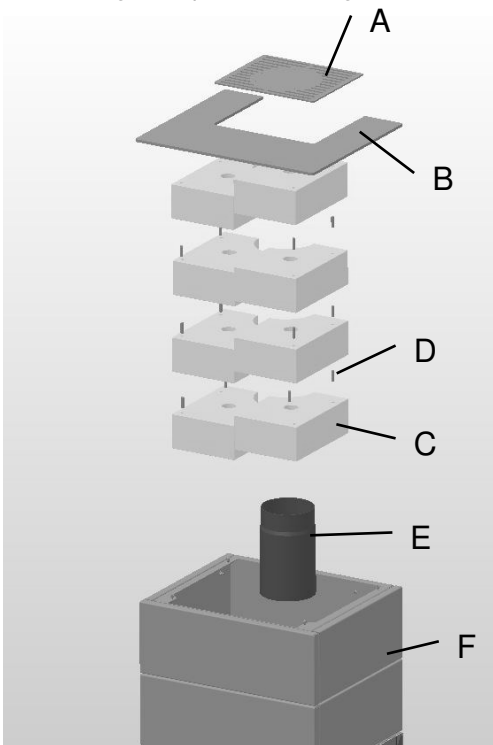
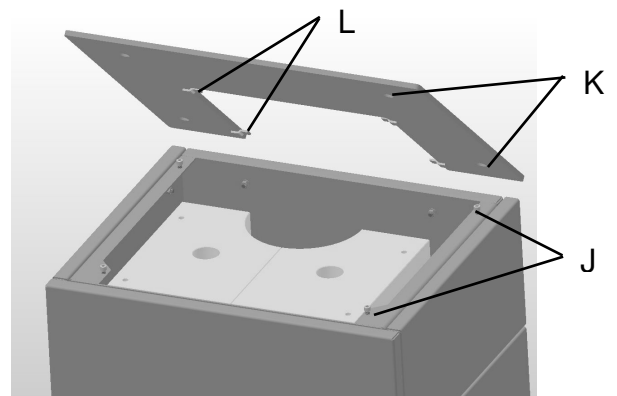

Abb. 1
Abb. 3
Abbildung 1 zeigt die Bestückung von 2 Speichermodulen.
Nach Montage aller Speichersteine setzen Sie die Topplatte (B) so auf das obere Aufsatzelement (Abb. 1 F), dass die 4 Innensechskantschrauben (Abb. 3, J) in die Senklochungen (K) der Topplatte eingreifen.